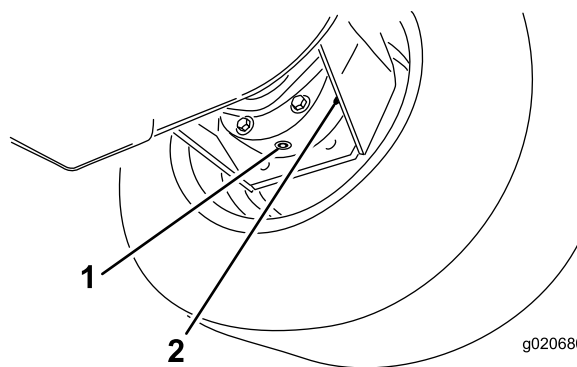

Figure 89
3. Placez un bac de vidange sous le carter de frein et enlevez le bouchon pour permettre à l'huile de s'écouler (Figure 89).